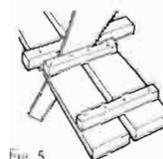

Fig. 5
2. La escotilla. Une los listones de la escotilla a las dos tablas centrales, un listón a 5 cm del final de las tablas y el otro a 45 cm del mismo final. Une el listón cabecero a los tablones a 50 cm del final, justo detrás del listón trasero de la escotilla. Corta entre el listón cabecero y el listón trasero de la escotilla para separar la escotilla (Fig. 5).